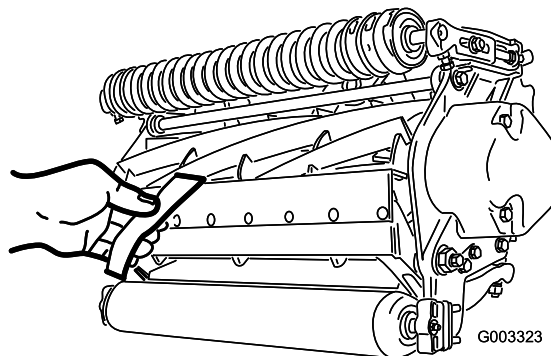

Figure 8
- B. Insérez une longue bande de papier de performance de coupe (réf. Toro 125-5610) entre le cylindre et la contre-lame, perpendiculairement à la contre-lame (Figure 8), puis tournez **lentement** le cylindre en avant ; il devrait couper le papier ; si ce n'est pas le cas, répétez les opérations A et B jusqu'à ce que le papier soit coupé.
- Insérez une longue bande de papier de performance de coupe (réf. Toro 125-5610) entre le cylindre et la contre-lame, perpendiculairement à la contre-lame (Figure 8), puis tournez **lentement** le cylindre en avant ; il devrait couper le papier ; s'il ne le coupe pas, tournez chaque vis de réglage de la barre d'appui de 1 cran dans le sens horaire et